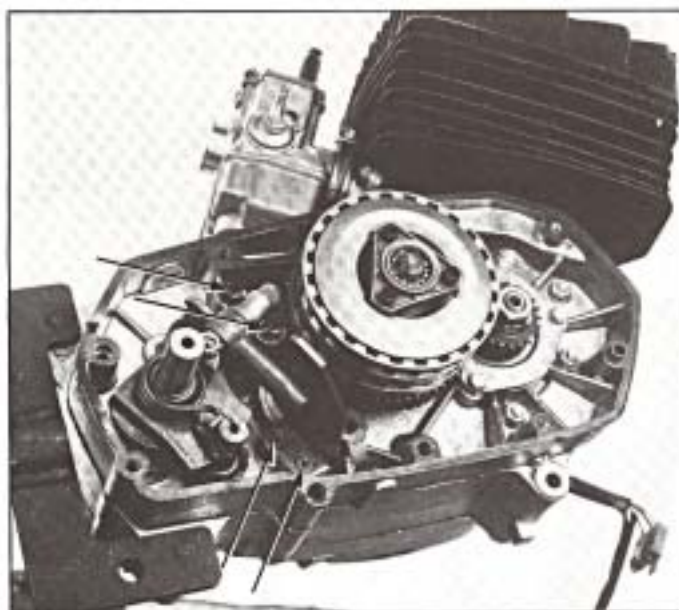

Fig. 16
- Débloquer les 2 fis (figure 16) de fixation de la rampe de verrouillage.
- Débloquer et dévisser les 2 vis 6 pans creux du rochet (figure 16).